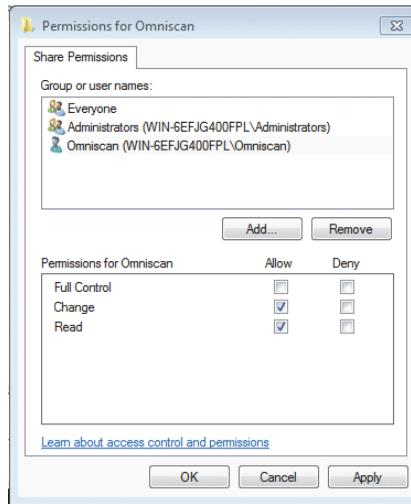

Figure 7-33 Boîte de dialogue Permissions for OmniScan (Windows 7)
14. De retour dans la boîte de dialogue **Permissions for OmniScan** (Autorisations pour OmniScan), sélectionnez **Change** and **Read** (Modification et Lecture) dans la colonne **Allow** (Permissions), et puis cliquez sur **OK** (voir la Figure 7-33 à la page 244).